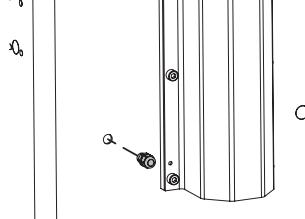

Fig. 10
14. Nel foro appena liberato montare il pressacavo in dotazione, Fig. 10, fissandolo con il suo dado.
14. Fit the supplied cable gland into the hole now free, Fig. 10, and secure it by means of its nut.
14. Dans le trou qu'on vient de libérer, monter le serre-câble fourni, Fig. 10, en le fixant avec son écrou.